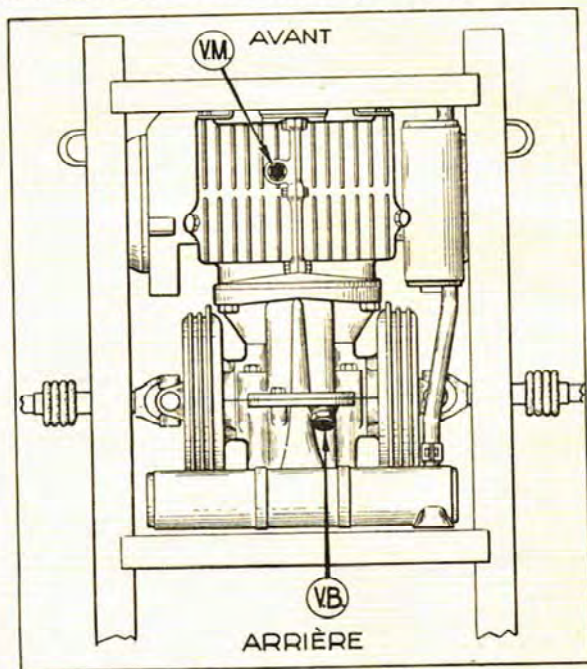
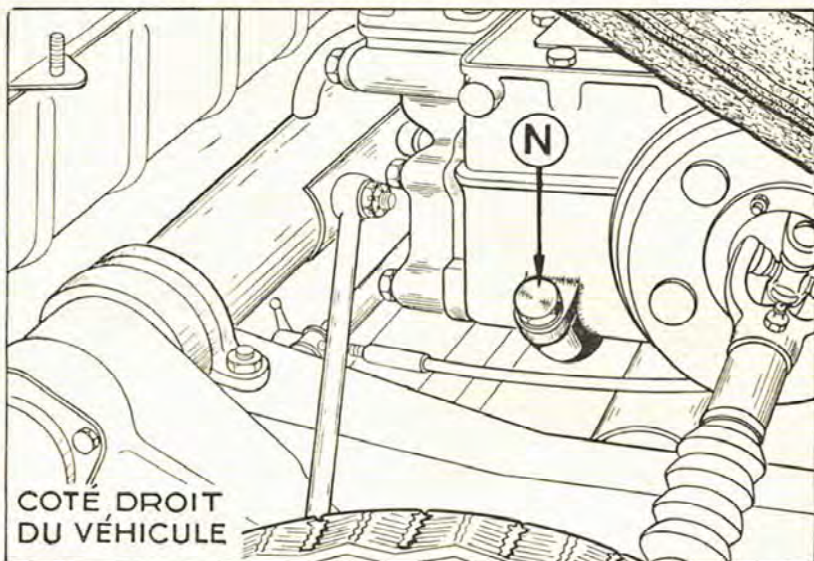

Fig. 11. — BOUCHONS DE VIDANGE (moteur et boîte)
Fig. 18. — BOUCHON DE REMPLISSAGE DE LA BOITE DE VITESSES
Après 3.000 km, vidangez à chaud le carter (bouchon en VM, fig. 11). Laissez égoutter un quart d'heure environ. En fin de vidange, appuyez sur l'AV de la voiture pour égoutter à fond le carter.
a) vérifiez le niveau de l'huile dans la boîte (N, fig. 18). Le niveau doit arriver au ras du bouchon. Faites l'appoint s'il y a lieu (S.A.E. 80 « extrême pression ») ;
c) de vidanger votre boîte de vitesses (fig. 11, page 22, en VB) et de remettre un litre d'huile S.A.E. 80 (fig. 18).